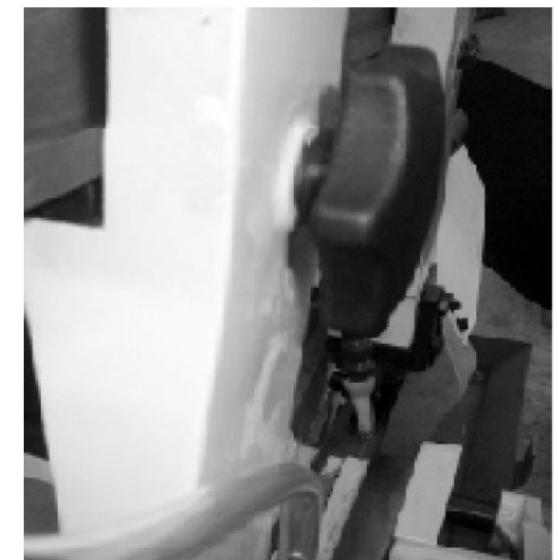

Рис. 18
1. Задняя часть режущего полотна (А) должна перемещаться по задним подшипникам (В) (рис. 18). Для регулировки ослабить установочный винт (С) и переместить подшипник (В) вверх-вниз, пока он не коснется задней части режущего полотна.
2. Режущее полотно (А) должно двигаться между двумя роликовыми подшипниками направляющих режущего полотна (D) и (E) (рис. 18), слегка касаясь их.
Передний подшипник (Е) (рис. 18 и 19) устанавливается на кулачок и может легко регулироваться в соответствии с толщиной режущего полотна, для этого следует ослабить установочный винт (F) и повернуть вал (G) (рис. 19).
3. Твердосплавные направляющие режущего полотна (Н) также должны быть отрегулированы до легкого касания режущего полотна, для этого следует ослабить винты (К) (рис. 18).
4. Подшипники роликовых направляющих режущего полотна, твердосплавных направляющих режущего полотна и задних подшипников на держателе (L) должны быть отрегулированы аналогичным образом (рис. 18 и 19).